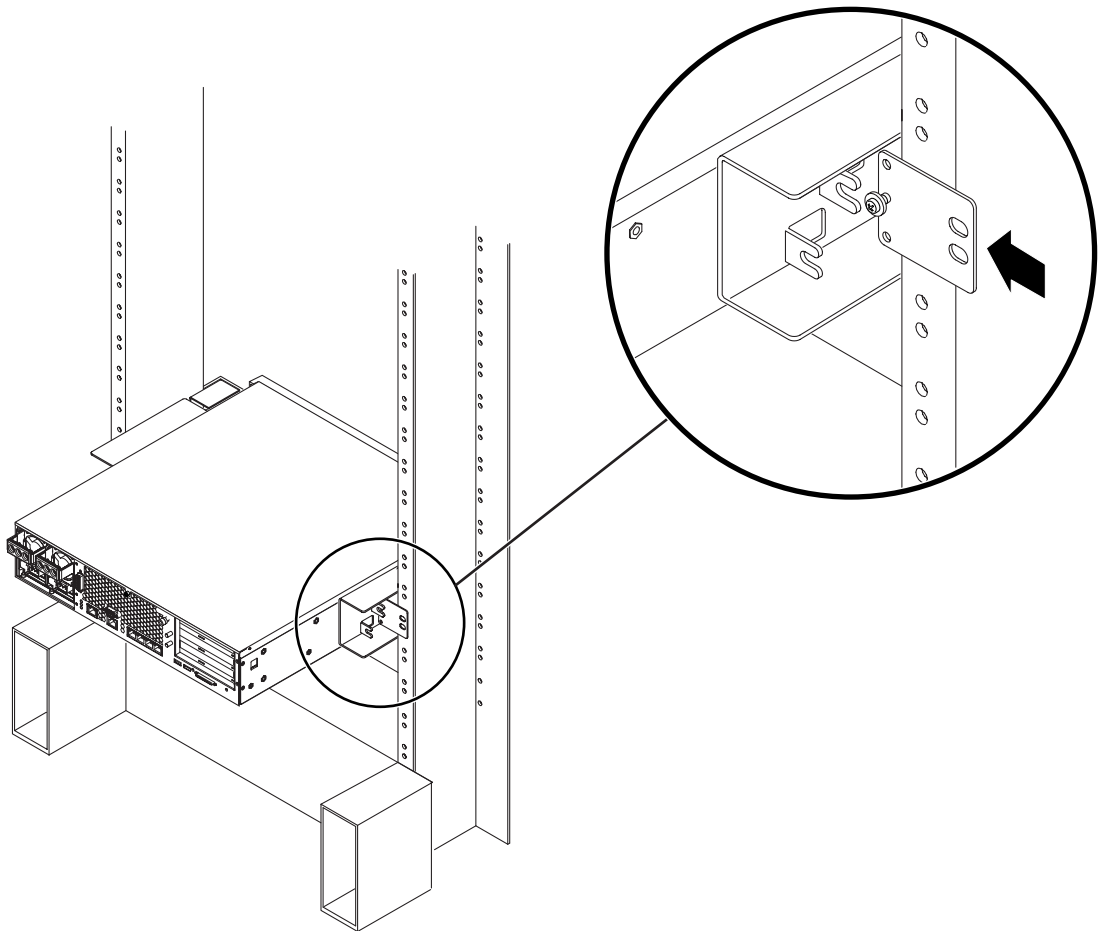

ABBILDUNG 3-28 Montieren des Rückenblechs am Seitenwinkel
- b. Schieben Sie das Rückenblech so ein, dass die Schraube in eine der Ösen gleitet, so dass der Schraubenkopf zur Rückseite des Servers zeigt und sich die andere Seite des Rückenblechs vor der Rackstütze befindet (ABBILDUNG 3-28).
- c. Ziehen Sie die Schraube an, um das Rückenblech an der Öse des Seitenwinkels zu befestigen (ABBILDUNG 3-28).